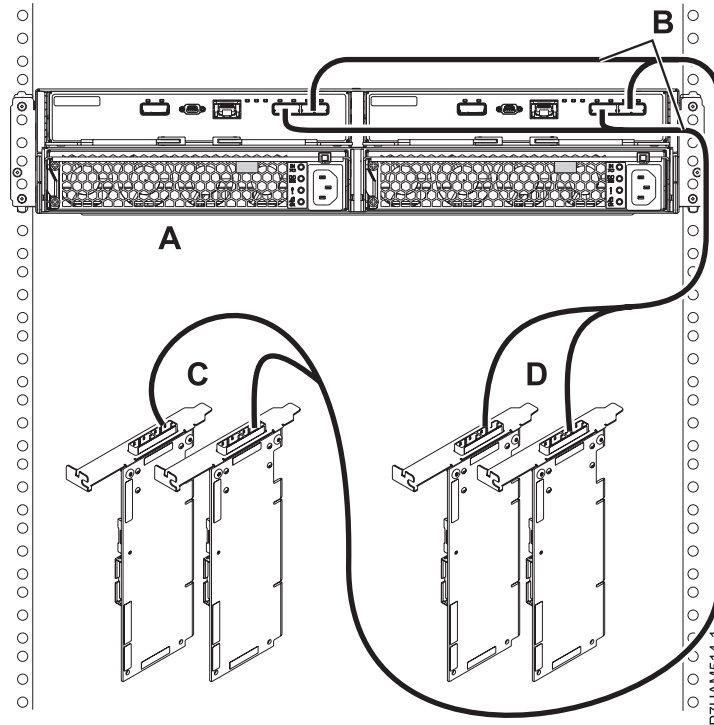

Figure 36. Mode 2 de connexion d'un boîtier d'unité de disque 58/87 via des câbles X à deux paires d'adaptateurs SAS
- p. Effectuez la connexion de mode 2 d'un boîtier d'unité de disque 58/87 (A) via des câbles X (B) à deux paires d'adaptateurs SAS, comme illustré dans la figure 36, à la page 35.